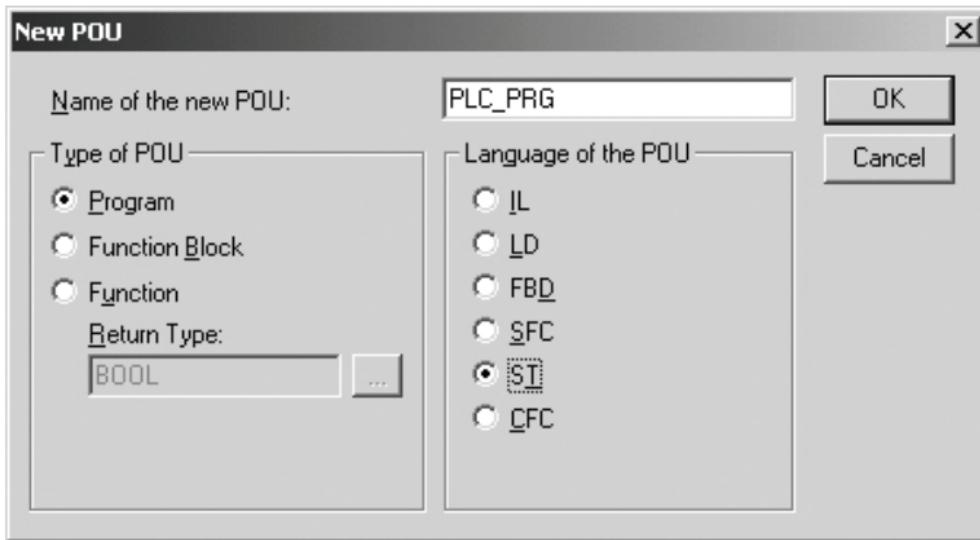

Рис. 4. Окно создания основного POU
7.4. После подтверждения настроек Target-файла необходимо создать основной POU (главную программу проекта). Okno этого диалога представлено на рис. 4. Главная программа всегда должна иметь тип **Program** и имя **PLC_PRG**. Поэтому в данном диалоге необходимо выбрать только язык программирования (Language of the POU).